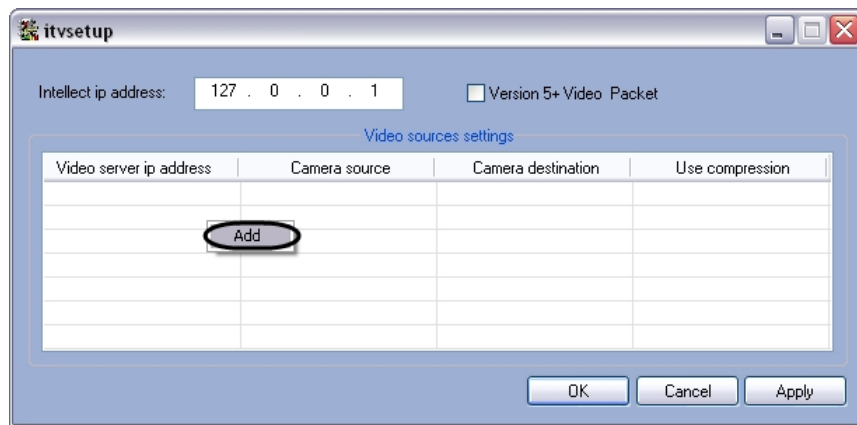

Рис. 41. Пункт «add» утилиты itvsetup.exe
3. В панели таблиц утилиты itvsetup.exe щелкнуть правой клавишей мыши. В появившейся панели щелкнуть левой клавишей мыши по пункту «add» (см. Рис. 41).